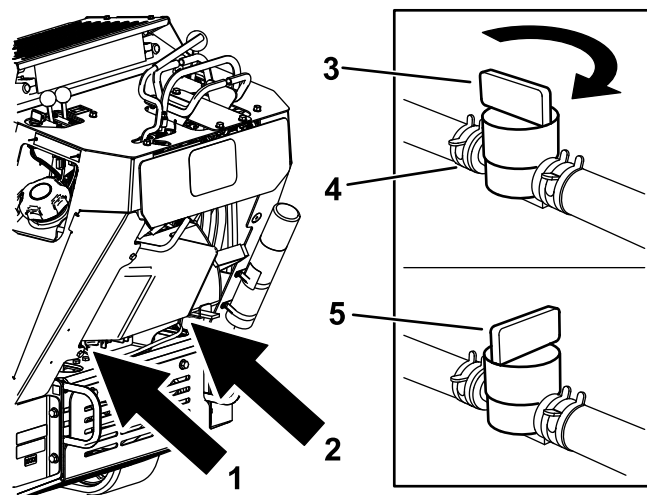

Bild 51
3. Schließen Sie den Kraftstoffhahn (Bild 51).
4. Drücken Sie die Enden der Schlauchklemme an der Motorseite des Kraftstoffhahns zusammen und schieben Sie ihn an der Kraftstoffleitung vom Ventil weg (Bild 51).
5. Ziehen Sie die Kraftstoffleitung vom Ventil (Bild 51).
5. Drehen Sie den Kraftstoffhahn in die geöffnete Stellung (Bild 51).